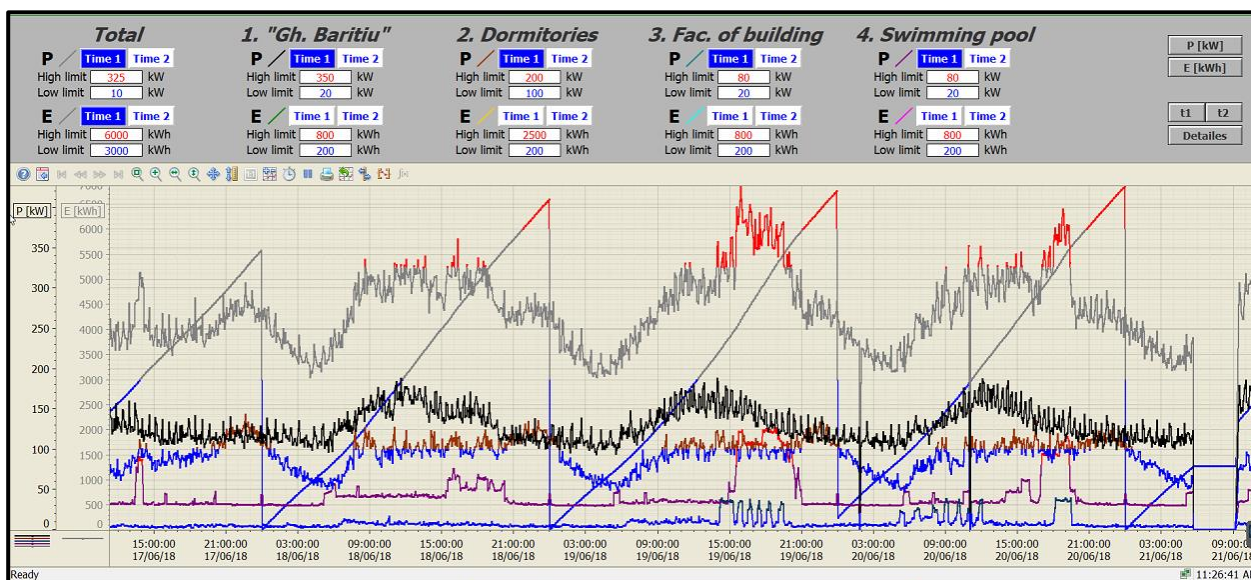

Fig.20. Vizualizare mărimi selectate
- Prin selectarea mărimilor electrice, **Time 1**, al căror trend se dorește a fi vizualizat/analizat, graficul apare sub forma prezentă în Fig. 20. Atât puterea cât și energia electrică sunt vizualizate în același interval de timp (aici : 17/06/2018-21/06/2018). Chart-ul puterilor pentru cele 4 locații principale plus chart-ul care le însumează pe acestea, apare sub forma unui sinus foarte distorsionat (valori brute). Pentru energie, observăm că reprezentarea grafică apare ca un semnal „dinte de fierăstrău”, reprezentând suma dintre valoarea actuală și valoarea/ valorile precedente.